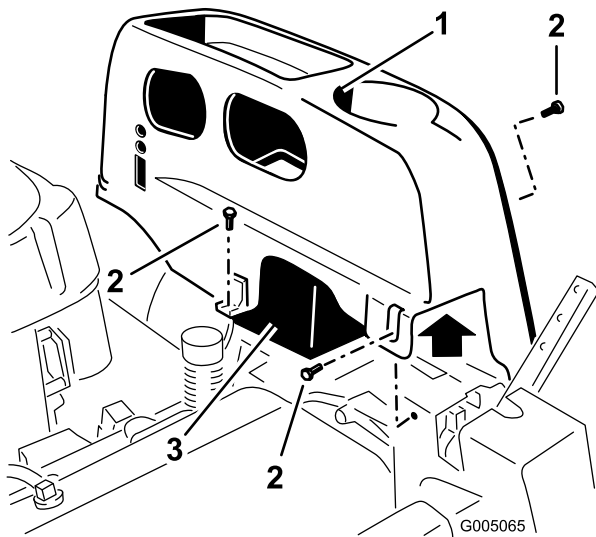

Figura 23
2. Retire los tornillos TORX® (T25) que sujetan la cubierta izquierda al bastidor, según se muestra en Figura 23.